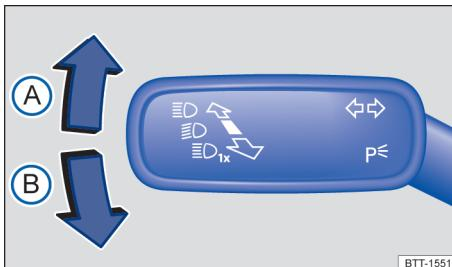

图 66 转向柱左侧：转向信号灯/前照灯远光操纵杆
- 将转向信号灯/前照灯远光操纵杆 → 图 66 从中间位置拨至以下位置：
- (A) 右侧打转向信号灯 →。
- (B) 左侧打转向信号灯 ←。